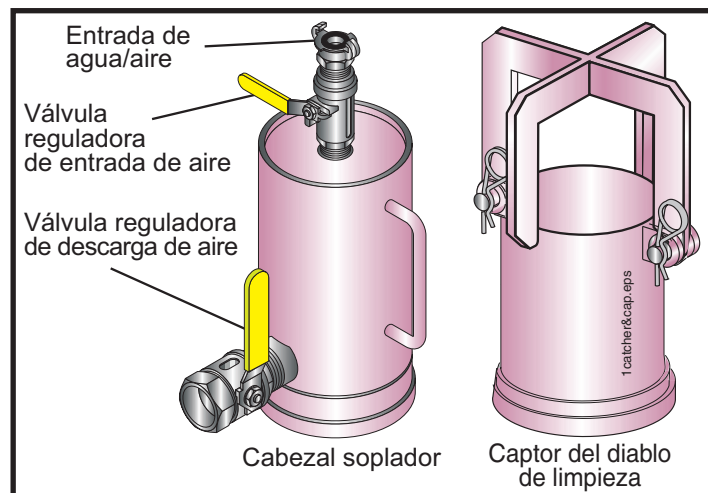

Figura 4
- Una manguera con una capacidad nominal apropiada para la presión del compresor de aire que vaya a usar y que se pueda conectar tanto al compresor como al cabezal de soplado. La manguera debe estar en buenas condiciones de uso y no debe tener roturas, grietas, cortes u otros tipos de daños. **NO** improvise con esto. **Asegúrese** que usa las piezas correspondientes (Figura 4).